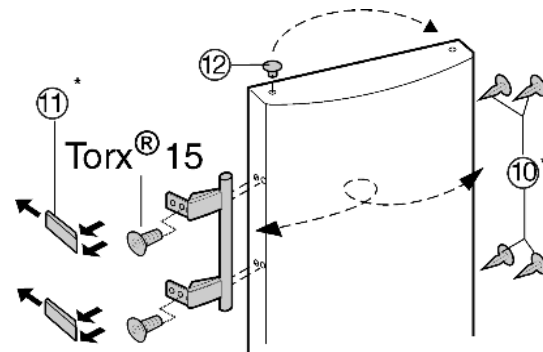

Fig. 8
- ▶ Enlever le bouchon *Fig. 8 (12)* du coussinet de la porte et le permuter de l'autre côté.
- ▶ Démontez la poignée de porte, le bouchon *Fig. 8 (10)* et les plaques d'appui *Fig. 8 (11)* puis les repositionner sur le côté opposé.